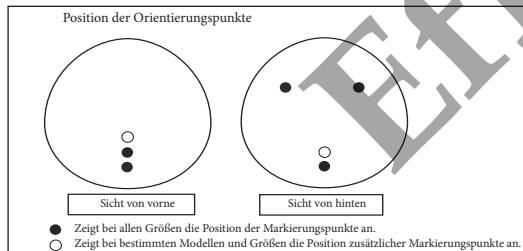

ABBILDUNG 1
- Die anatomisch geformten *Natrelle*® Einzelkammer-Brustimplantate mit Gelfüllung weisen Orientierungspunkte auf, die das korrekte Einsetzen des Implantats bei der Operation erleichtern (siehe Abbildung 1).